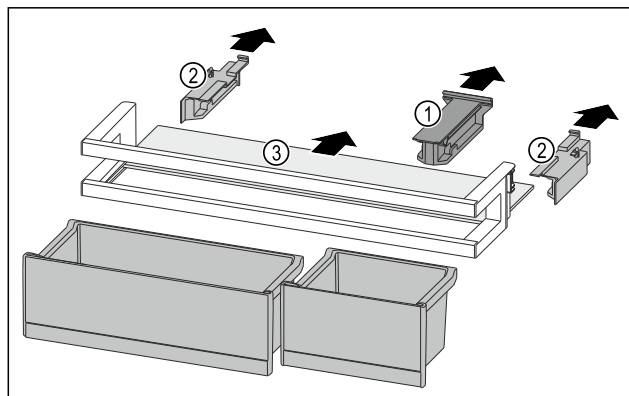

Fig. 202
- Stiahnite prídržný diel Fig. 202 (1).
- Stiahnite bočnice Fig. 202 (2).
- Odoberte odkladaciu plochu Fig. 202 (3).